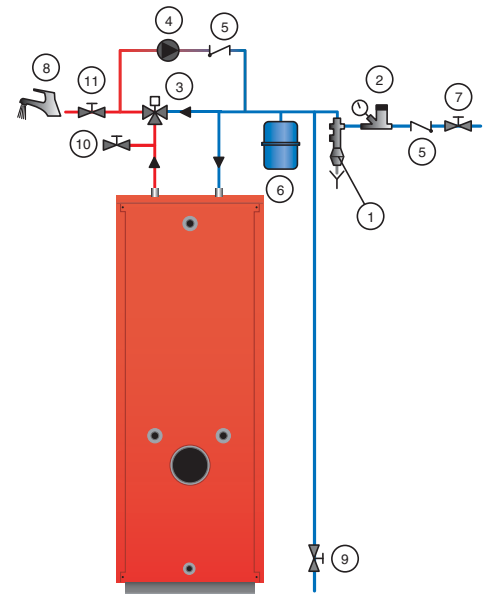

fig. 17 : Sanitaire aansluiting
1. Vul de sanitaire kring door kranen 7 en 8 te openen en deze onder druk te zetten. (fig. 17 pagina 13)